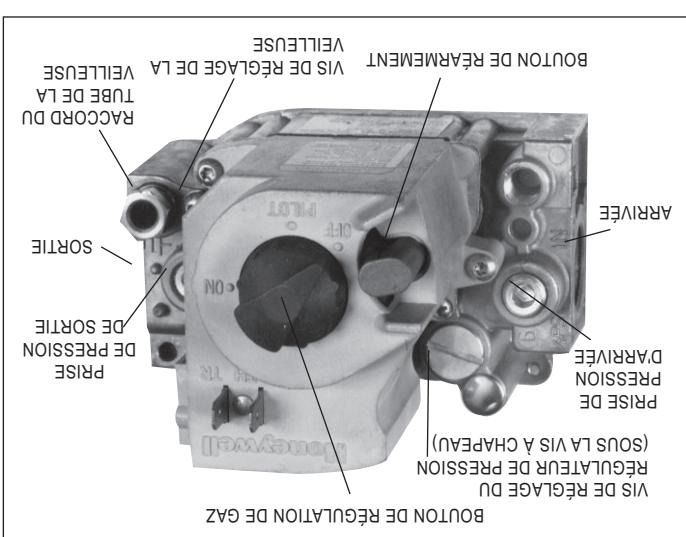

Figure 16.1 - Commande de gaz mixte typique
1. Toumez le robinet d'arrêt manuel installé sur site sur Arrêt. 2. Retirez le bouchon de tuyau de 1/8 po du racord en T ou du robinet de gaz attachez un manomètre de gaz doit être mesuré au racord installé à coté du robinet d'arrêt (Figure 16.1).